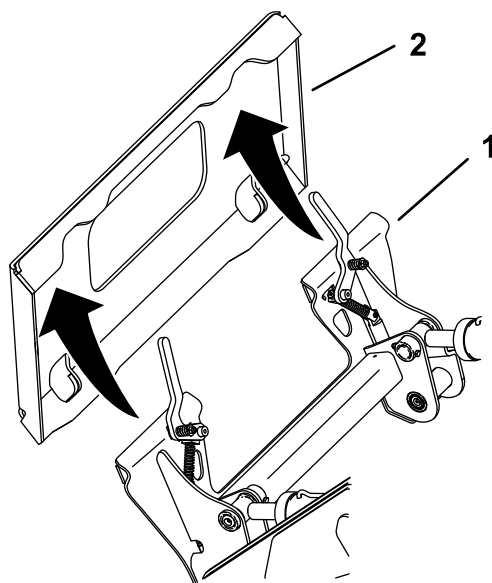

図 55
5. 取り付けプレートをアタッチメント受けプレートの上側にセットする 図 55。